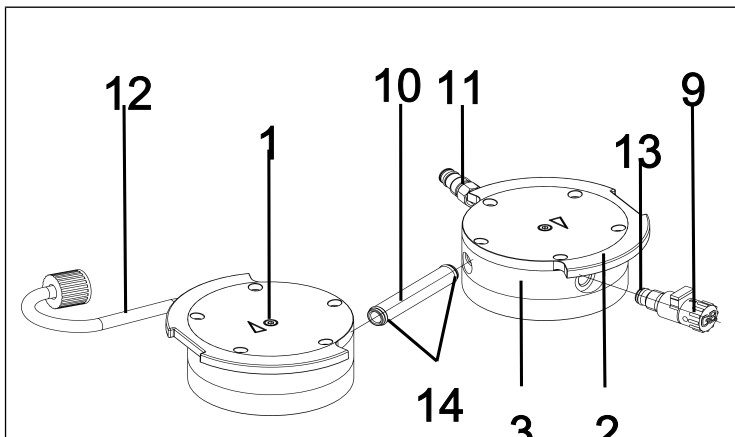

Abb.15: O-Ringe wechseln
- Ziehen Sie das Verschaltungsrohr (10/Abb. 15) aus dem Kopfdeckel (3) heraus.
3. Tauschen Sie die beiden O-Ringe (**14**) am Verschaltungsrohr (**10**/Abb. 15) aus.
6. Schrauben Sie den Gasballast (**9**/Abb. 15) aus dem Kopfdeckel (**3**) heraus.
7. Tauschen Sie den O-Ring (**13**) am Gasballast (**9**/Abb. 15) aus.
8. Schrauben Sie den Gasballast (**9**/Abb. 15) bis zum Anschlag in den entsprechenden Kopfdeckel (**3**) ein. Drehen Sie ihn anschließend wieder zurück bis die Fläche nach oben orientiert ausgerichtet ist.
6. Entsorgen Sie die ausgewechselten Ventilplatten/Dichtungen (4) sachgerecht.
7. Stecken Sie das Verschaltungsrohr (10/Abb. 15) wieder in die beiden Kopfdeckel (3).